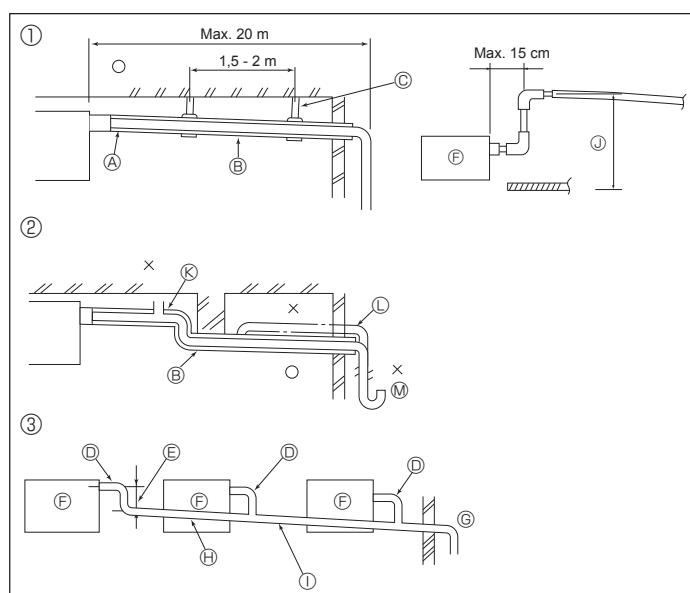
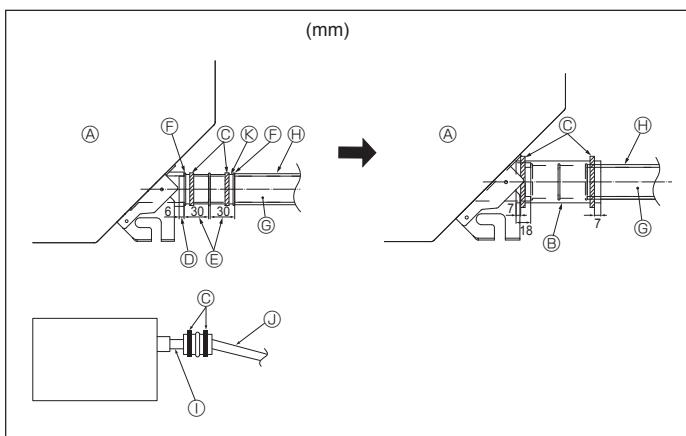

Fig. 5-1
Fig. 5-2
5.1. Mise en place du tuyau d'écoulement (Fig. 5-1)
① Tuyautage correct	⑥ Prévoir un orifice suffisamment grand pour la mise en place groupée des tuyaux.
② Tuyautage erroné	⑦ Pente descendante (1/100 ou plus)
③ Mise en place groupée des tuyaux	⑧ Tube en PVC, O.D. Ø38 pour la mise en place groupée des tuyaux (isolant de 9 mm ou plus)
④ Isolant (9 mm ou plus)	⑨ Jusqu'à 85 cm
⑤ Pente descendante (1/100 ou plus)	⑩ Soufflerie d'air
⑥ Support métallique	⑪ Soulevé
⑦ Tube en PVC, O.D. Ø32	⑫ Trappe à odeurs
⑧ Passage aussi long que possible (environ 10 cm)
⑨ Appareil principal
1. Raccorder la prise d'écoulement (fourni avec l'appareil) au port de drainage. (Fig. 5-2) (Apposer le tube à l'aide de ruban adhésif en PVC puis le fixer avec une sangle.)